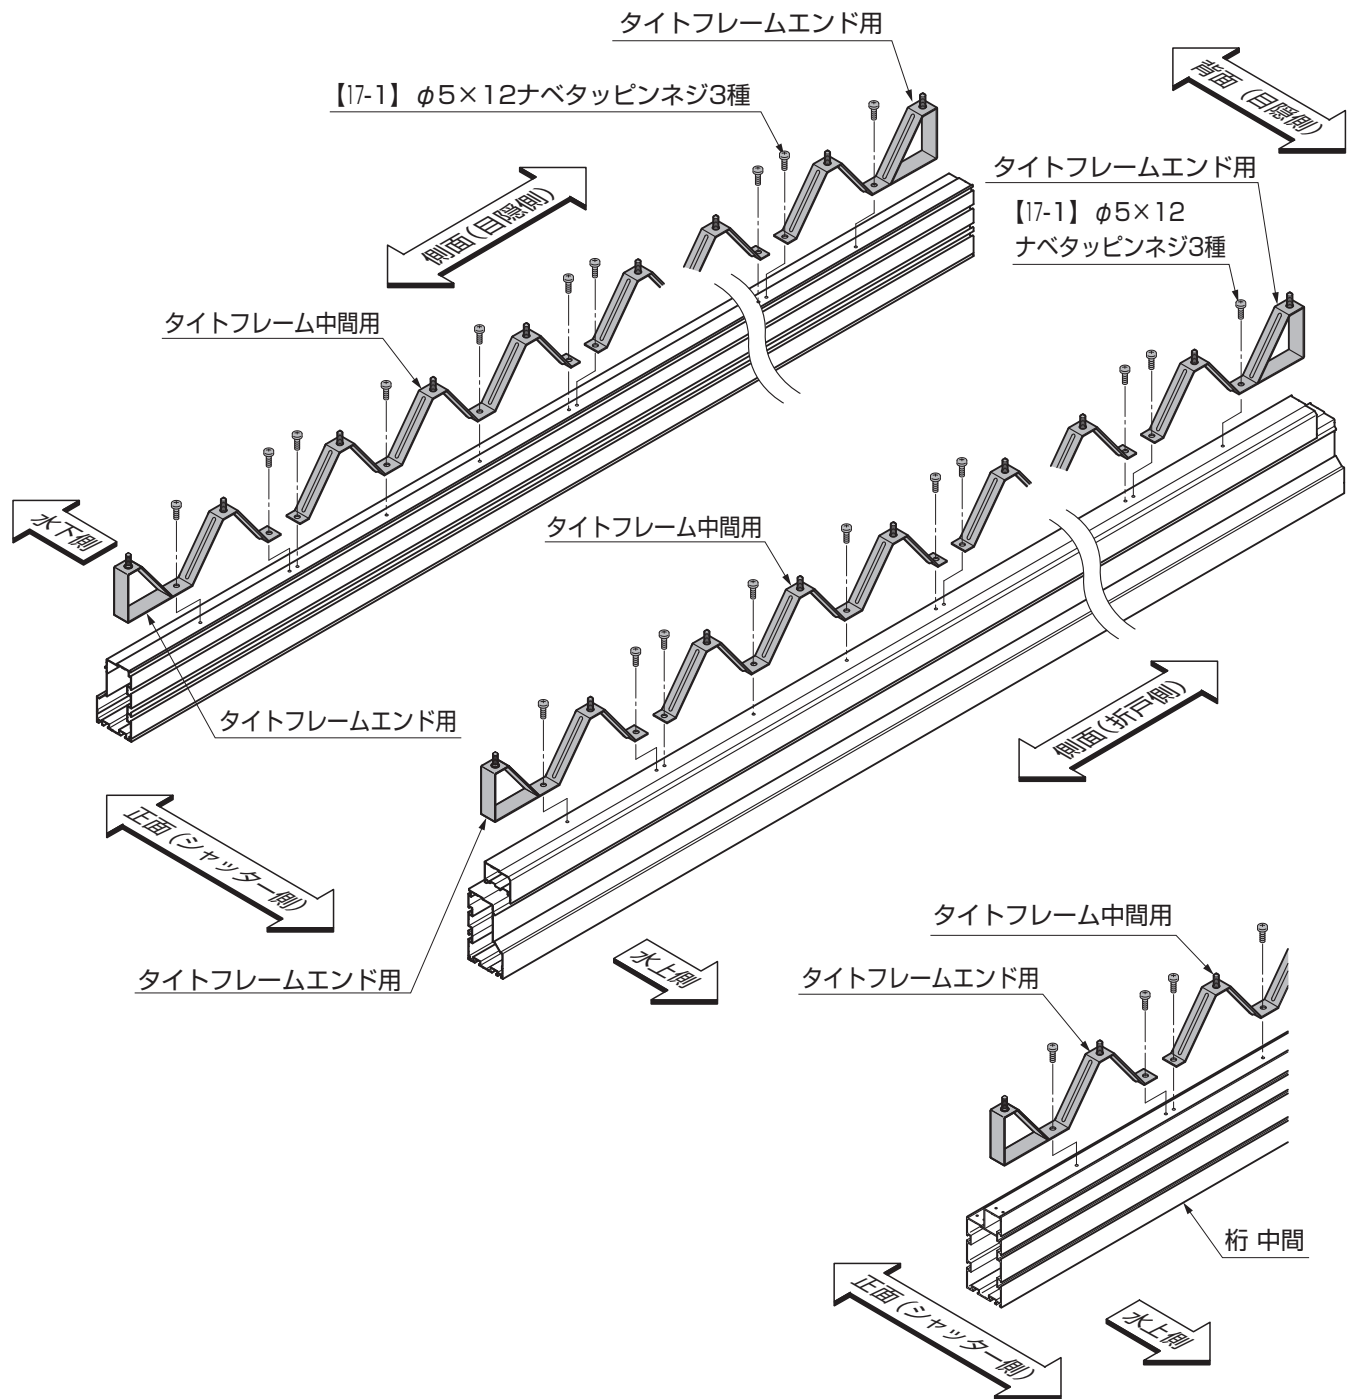

図7-2 枠 中間への取付け (縦横延長の場合)
- 縦横延長の場合は、桁 中間にもタイトフレームを取付けてください。(図7-2参照)